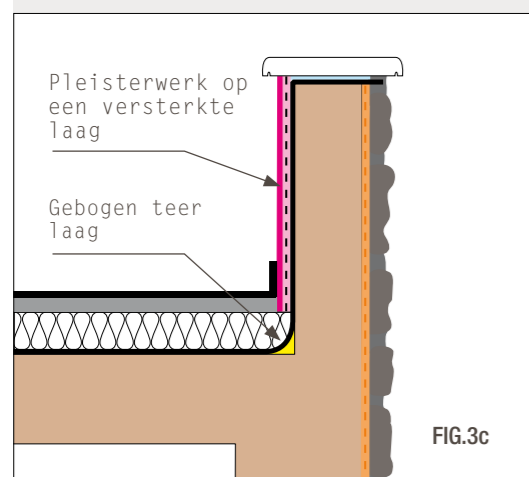

FIG.3c
- Wanneer er op de binnenkant van de muur pleisterwerk geplaatst wordt, adviseren wij om de volledige binnenzijde alsook de bovenzijde van de balustrade in te teren, inclusief 3/4 van de dikte van de murogeopietra® die aan de buitenkant geplaatst gaat worden. Het pleisterwerk kan verwerkt worden op de ingeteerde laag door gebruik van een glasvezelnet of metalen gaas (Fig.3c).